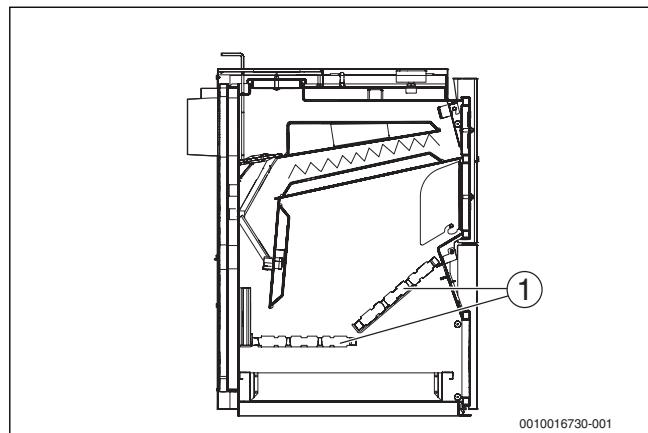

Рис. 22 Положение решёток
- Установите решётки в котёл, как показано на рисунке (→ рис. 22, стр. 18).